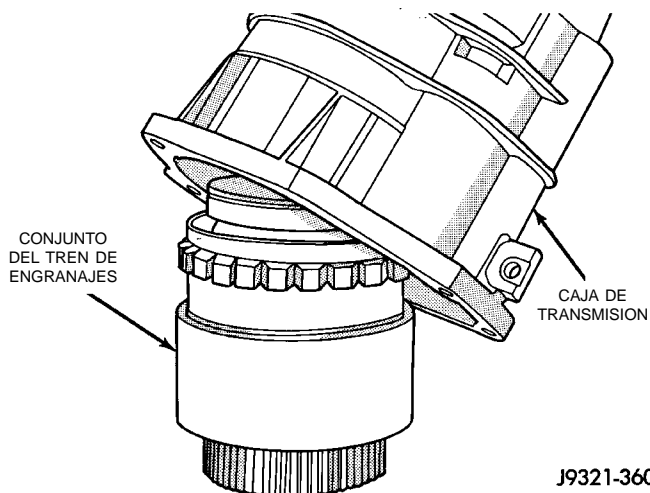

Fig. 247 Instalación de la caja de transmisión de sobremarcha
(7) Sostenga el tren de engranajes con la Herramienta 6227-1 (Fig. 247). Asegúrese de que la herramienta esté asentada firmemente en la maza del embrague.
(8) Instale la caja de transmisión de sobremarcha en el tren de engranajes (Fig. 247).